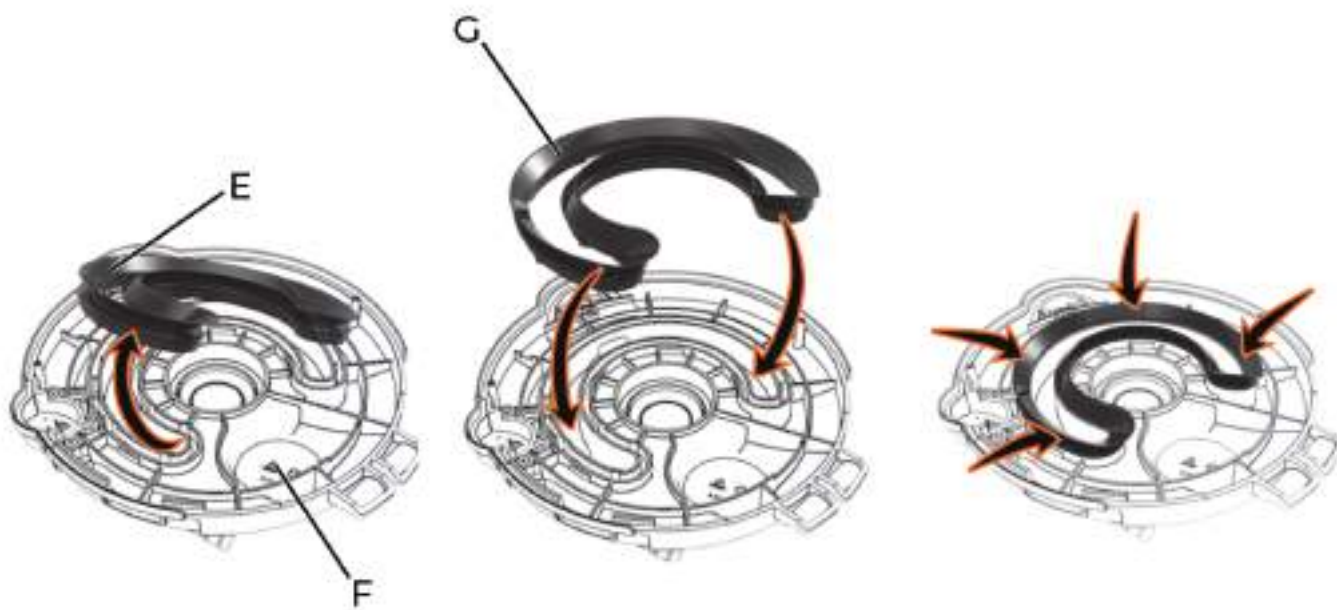

fig. 173
2- Verifique se há desgaste excessivo, rachaduras ou furos na borracha de vedação (E) (fig. 173). Para remover a borracha:
- Puxe a borracha (E) para cima da tampa (F) do dosador.
- Monte a nova borracha (G) de vedação primeiramente pelas extremidades.